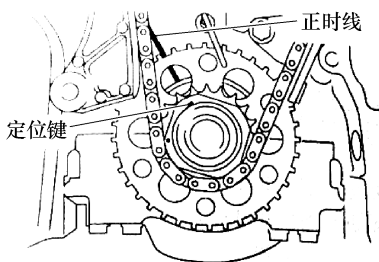

图 1-240 曲轴定位键对正时线
① 拆下 24 个螺栓和 2 个螺母。
② 用旋具撬动正时链条盖和气缸盖或气缸体之间的部位，拆下正时链条盖。
③ 从左侧气缸盖上拆下 O 形圈。
① 使用曲轴带轮固定螺栓，转动曲轴使曲轴定位键对准气缸体正时线，见图 1-240。